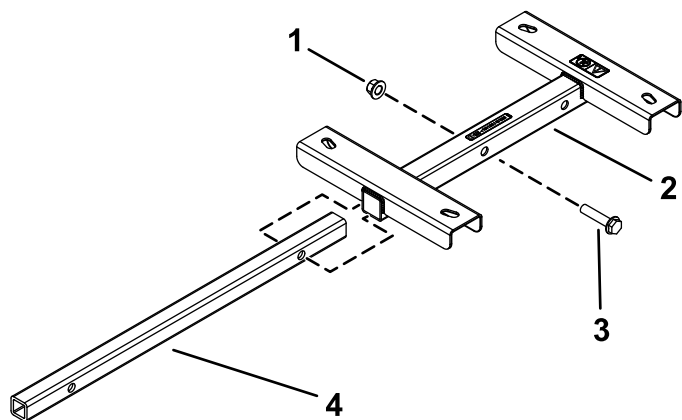

Рисунок 4
- Вставьте монтажную трубу в крепление шлангового барабана, совместив отверстия в монтажной трубе с передними отверстиями в креплении шлангового барабана (Рисунок 4).
шестигранной головкой (1/2 x 2-1/4 дюйма) и контргайки (1/2 дюйма, как показано на Рисунок 4).